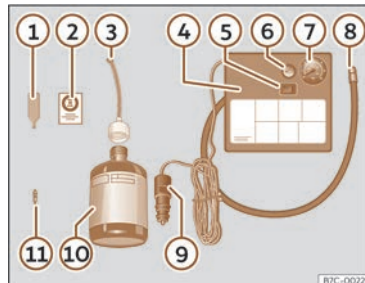

Fig. 204 Représentation standard : contenu du kit anticrevaison.
Le kit anti-crevaison se trouve dans le coffre à bagages, sous le revêtement de plancher. Il inclut les éléments suivants >>> **fig. 204** :
- Dévissez le capuchon et l'obus de la valve du pneu. Utilisez l'appareil >>> **fig. 204 ①** pour extraire l'obus. Placez-le sur une surface propre.
- Agitez fortement la bouteille de produit de colmatage des pneus >>> **fig. 204 ⑩**.
- Vissez le tuyau de gonflage >>> **fig. 204 ③** sur la bouteille de produit de colmatage. Le plombage du goulot de la bouteille est automatiquement percé.
- Retirez le bouchon du tuyau de remplissage >>> **fig. 204 ③**, puis vissez l'extrémité ouverte du tuyau sur la valve du pneu.
- Placez de nouveau l'obus avec l'outil >>> **fig. 204 ①** sur la valve du pneu.
- Vissez le tuyau de gonflage du pneu du compresseur >>> **fig. 204 ⑧** sur la valve du pneu.
- Vérifiez si la vis d'évacuation d'air est serrée >>> **fig. 204 ⑥**.
- Branchez le connecteur >>> **fig. 204 ⑨** à la prise de courant de 12 volts du véhicule >>> **page 230**.
- Raccordez le compresseur d'air au commutateur ON/OFF >>> **fig. 204 ⑤**.
- Collez l'autocollant >>> **fig. 204 ②** sur le combiné d'instruments, dans le champ de vision du conducteur.
Revissez le tuyau de gonflage >>> fig. 204  et vérifiez la pression du manomètre .